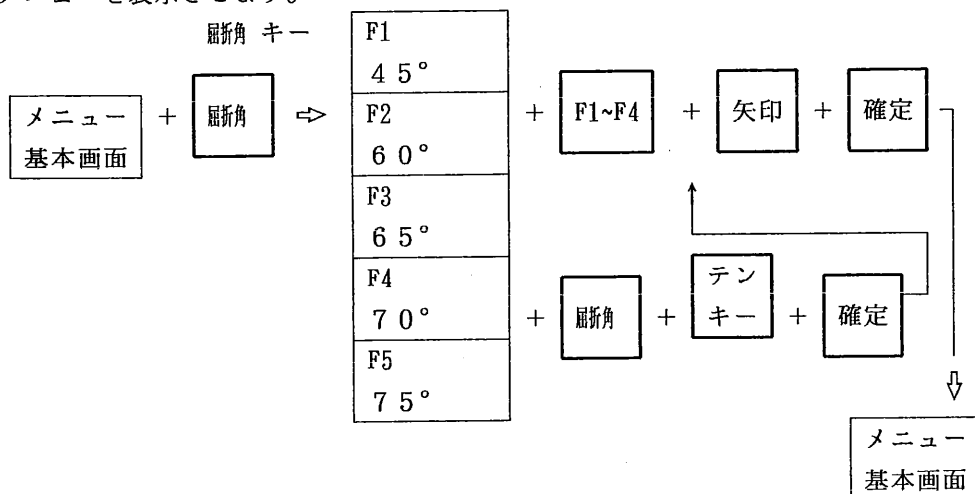

図 6.2.30 屈折角設定方法
- ① 機能キー [屈折角] を1回押して、メニューエリアに図 6.2.30 のように屈折角選択メニューを表示させます。